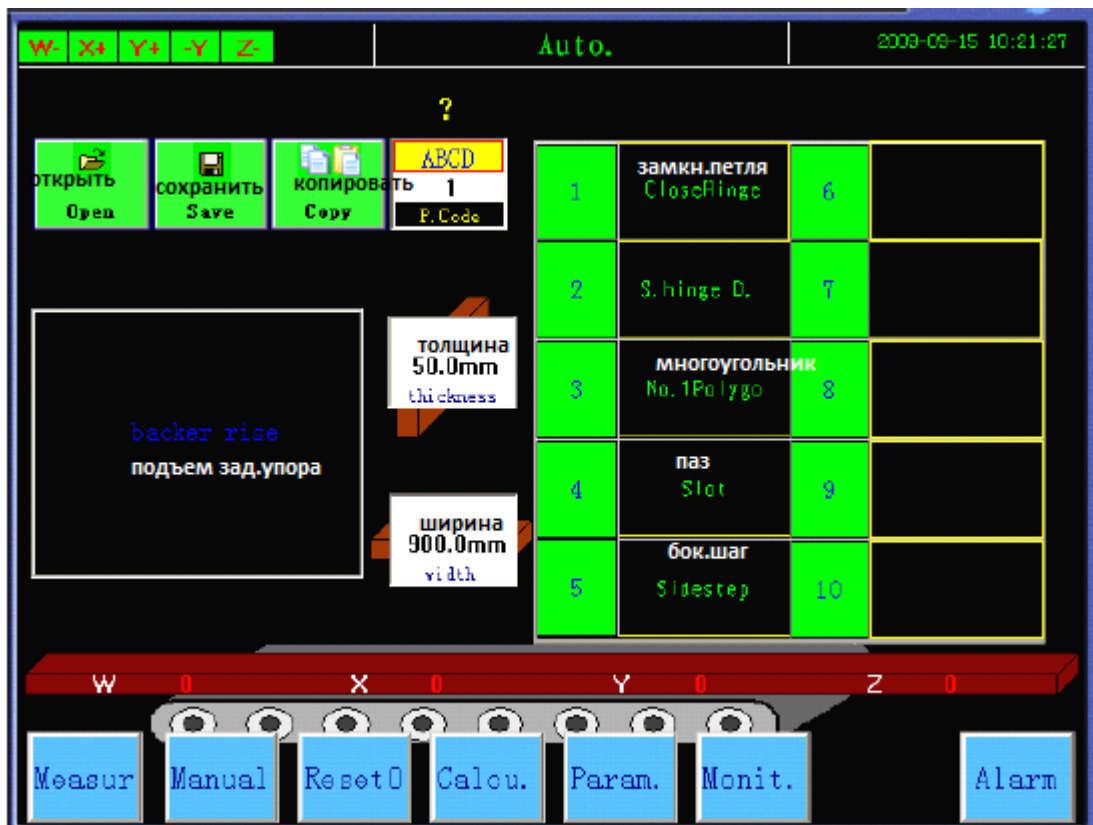

Рис.10
6.3.2.5 Меню Auto (автоматическое):показано на рис.10, данное меню используется для настройки размеров обработки, формы, порядка выполнения петли, контрольного отверстия, бокового паза, общего паза. Вы можете установить 10 процедур.